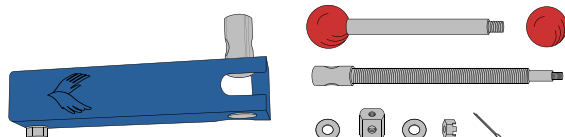

рис.3
② Установите подвижную ось в рабочий рычаг, вкрутите регулирующий вал в подвижную ось, через проставочные шайбы, с помощью гайки и шплинта установите на вал опорную ось, подсоедините рукоять (рис.3).